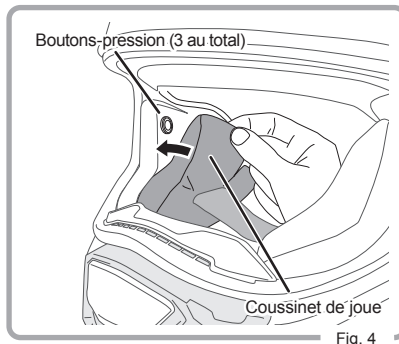

Fig. 4
5. Fermez les 3 boutons-pression. (Fig. 4)